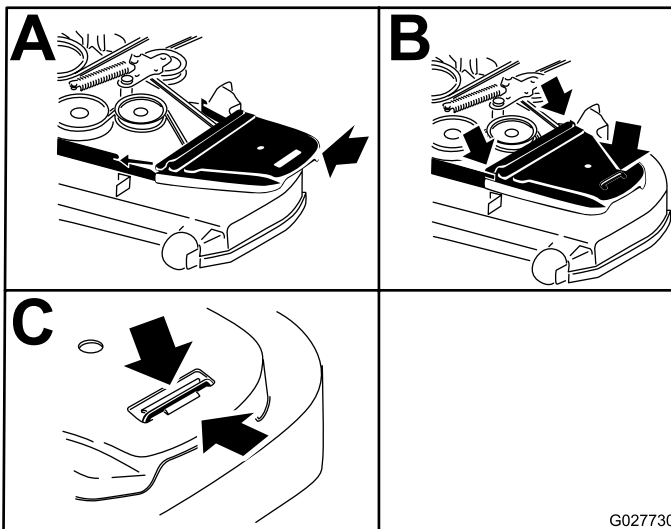

Figura 95
9. Instale las cubiertas de la correa (Figura 95).